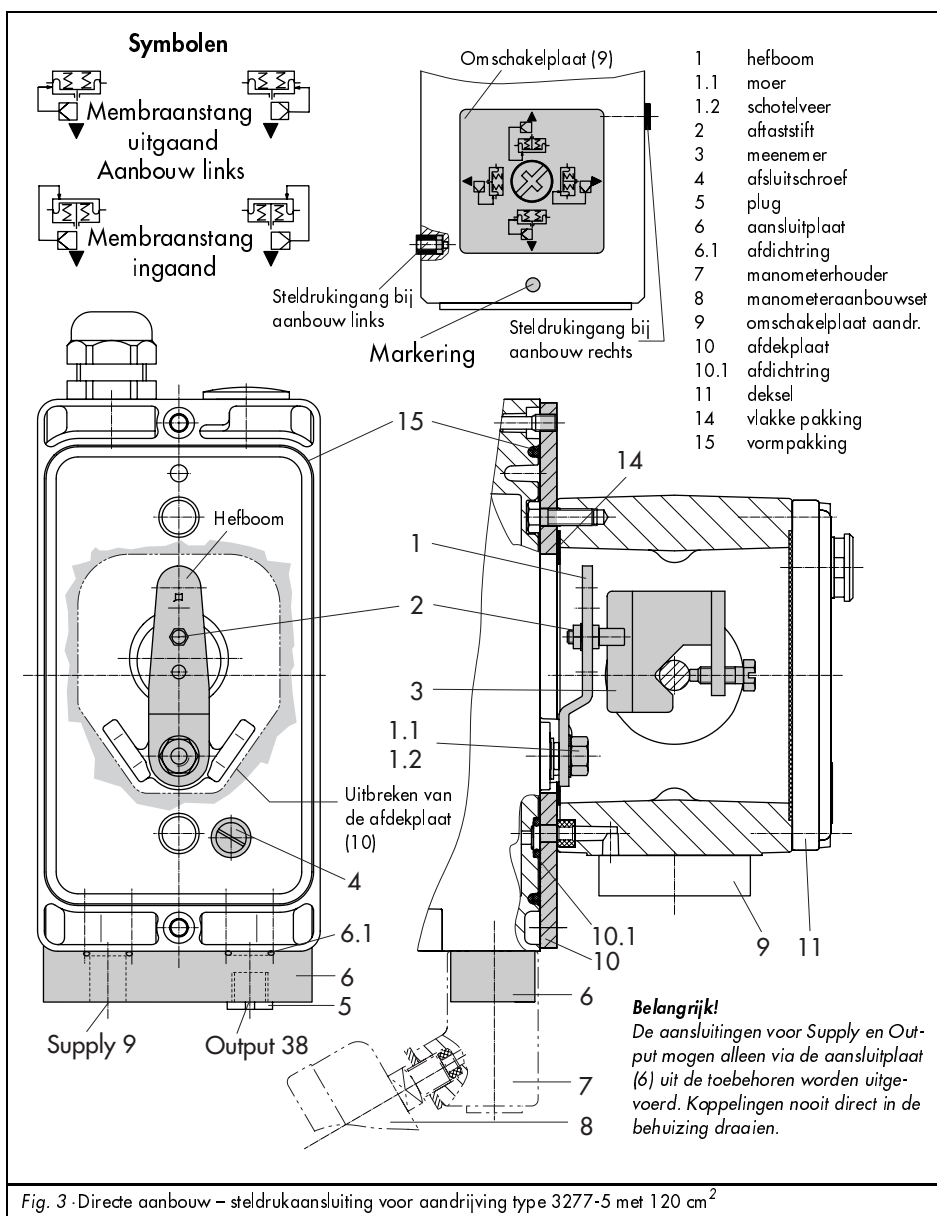

Fig. 3 · Directe aanbouw – steldrukaansluiting voor aandrijving type 3277-5 met 120 cm2
1. Aansluitplaat (6) of manometerhouder (7) met manometers op klepstandsteller monteren; let op de juiste positionering van de beide afdichtingsringen.
2. Afsluitschroef (4) aan de achterzijde van de klepstandsteller verwijderen en de steldrukuitgang "Output 38" op de aansluitplaat (6) resp. op de manometerbeugel (7) met de plug (5) uit de toebehoren afsluiten.
3. Meenemer (3) op de aandrijfslag plaatsen, uitrichten en zodanig vastschroeven dat de bevestigingsschroef in de groef van de aandrijfslag valt.
4. Afdekplaat (10) met smalle zijde van de uitsparing (fig. 3 links) in de richting